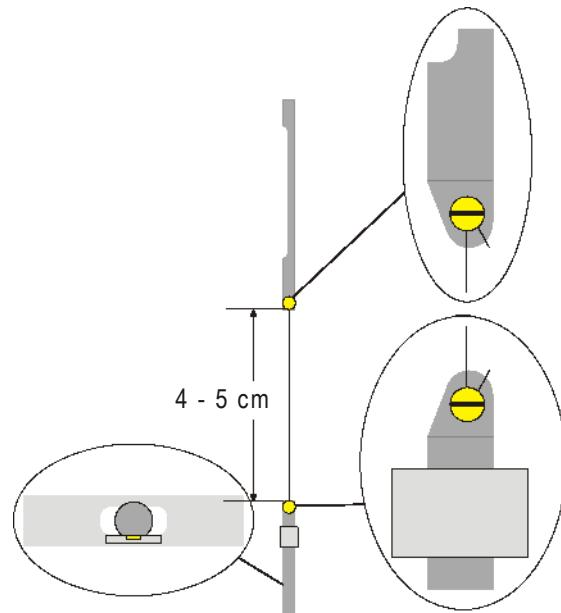

Fig. 3 Rappresentazione schematica del pendolo di torsione (sezione sinistra: asta sospesa con sospensione inferiore dall'alto)
- Avvitare la sospensione inferiore nel centro sull'asta sospesa interna. A questo riguardo, accertarsi che la superficie dello specchio sia parallela all'asta sospesa (vedere Fig. 3).
- procedimento, assicurarsi che il filo non venga schiacciato. Il filo dovrebbe passare il più possibile al centro tra le due sospensioni (vedere Fig. 3).